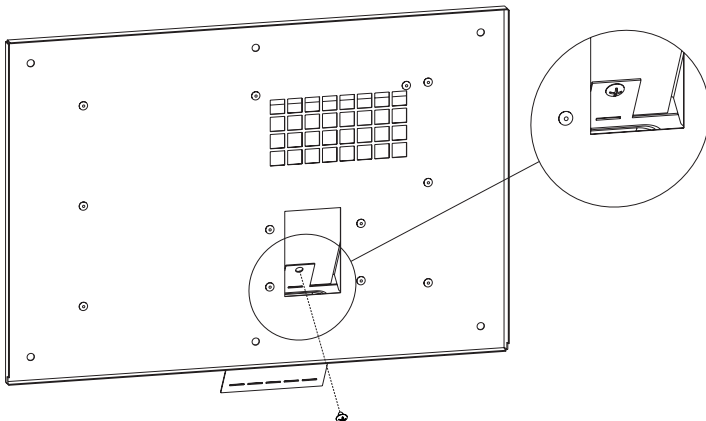

Figure 56
2. Retournez le carénage et fixez le pare-brise avec (1) vis #8 X 1/4 de pouce, comme illustré aux **Figures 56 et 57.**